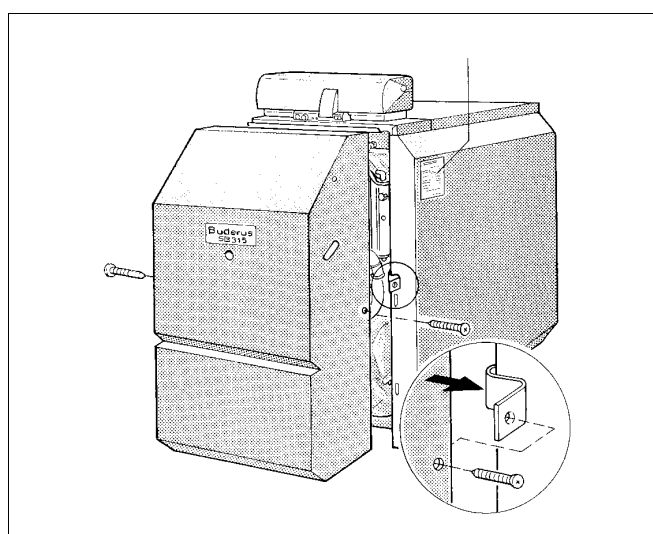

Рис. 26 Монтаж кожуха горелки SB315 VM
- Вставьте угловые гайки слева и справа в предусмотренные для них выемки на отбортовке боковой стенки (рис. 26).
- Подвесьте кожух горелки на отбортовку передней крышки котла (рис. 26).
- Заверните справа и слева фиксирующие винты через кожух горелки в угловые гайки (рис. 26).
**Закрепите заводскую табличку вверху на правой или левой стенке котла, в зависимости от местных условий (рис. 26).**
- Выверните из кожуха горелки фиксирующие винты и снимите кожух, см. рис. 26 на стр. 19.
- Установите кожух горелки и закрепите его фиксирующими винтами, см. рис. 26 на стр. 19.